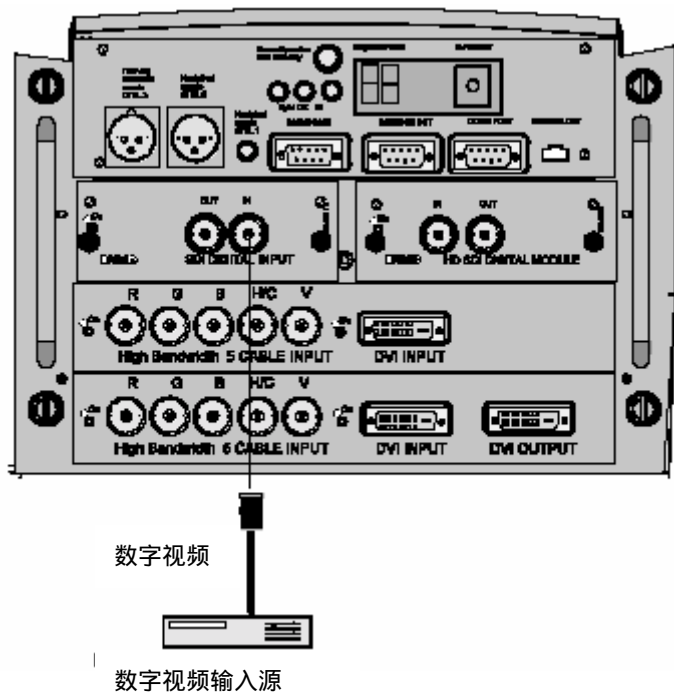

图 4-5
1. 将 SDI 输入源的输出端与 SDI 输出端的输入同轴电缆接插件 (BNC) 连接 (见图 4-5)。